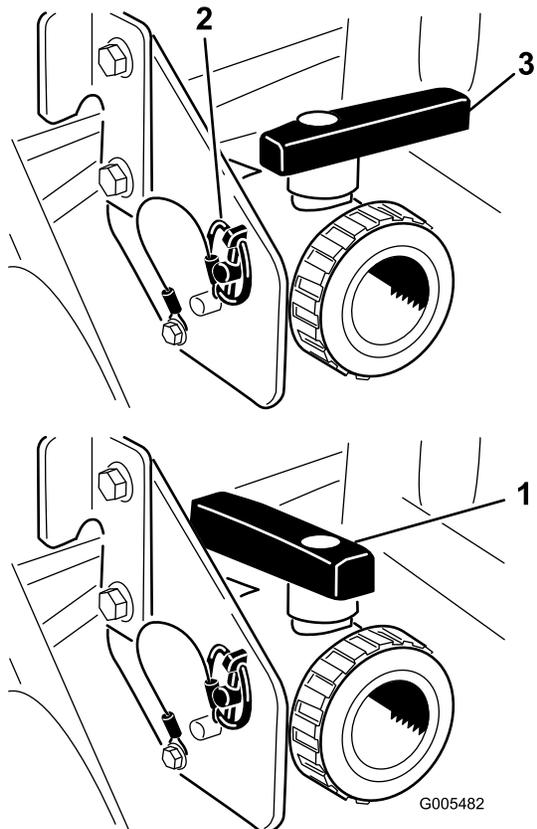

図 28
則、メーカーの指示に従って適切に処分する(図 28)。排出が済んだら、ブラケットについているリンチ・ピンを外してドレン・バルブを取り外して地面に置く。これにより、配管内部に残っている薬剤も完全に排出される。
3. 排出が完全に終了したら、ドレン・バルブをフレームに取り付けてリンチ・ピンで元通りに固定し、バルブを閉じる(図 28)。